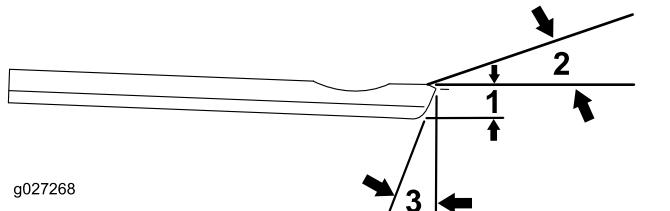

Figura 25
**Ángulo de amolado recomendado para la parte superior y delantera de la contracuchilla** Figura 25).